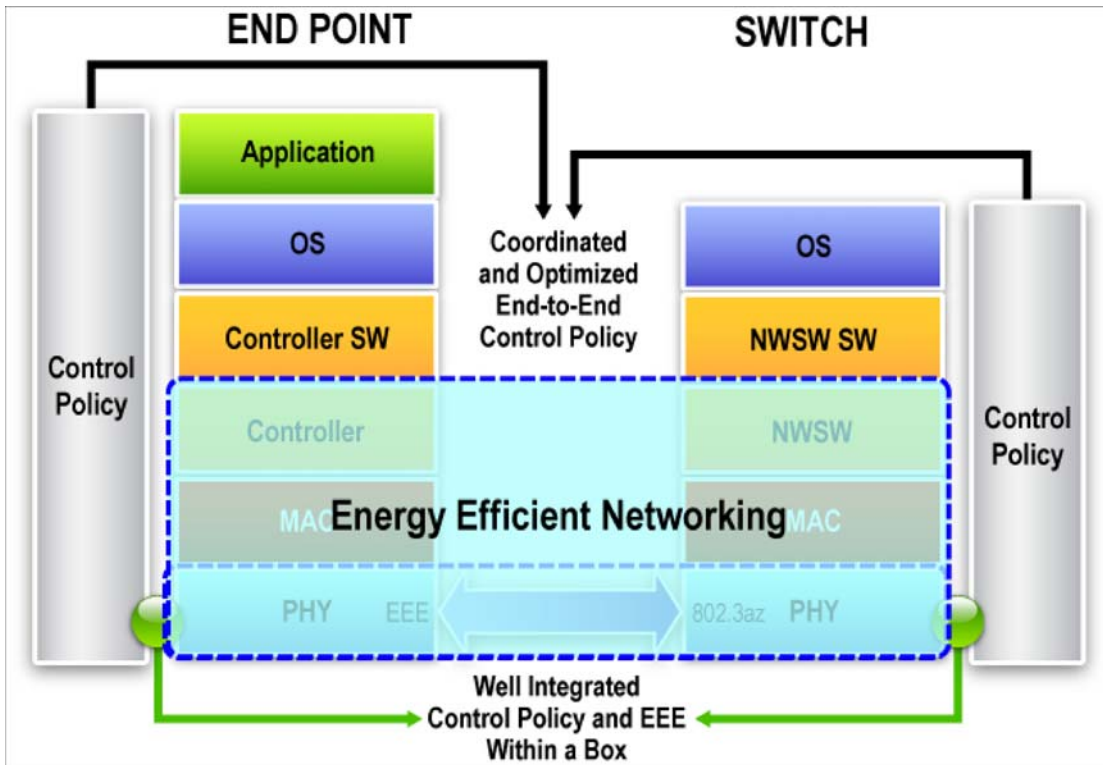

图 3: Broadcom 节能网络技术能够更有效达到节能
- 增强式节能：装置中增强的节能功用能够扩展到传输联机伙伴或接收联机伙伴的物理层之外（见图 3）。
图 3 显示网络内连接至节点 (如交换器) 的边缘装置 (如服务器或客户端)。这类装置的连接是通过 EEE 以太网连接。该图以类似 OSI 的方式将每个连接部份 (link partners) 分成重要的子系统, 也就是以底部物理层 (标示为 PHY) 作为起始, 然后往上堆栈。图 3 也说明了通过 Broadcom 易于支持各种节能网络技术增强功能可以额外省下不少电力。这些原则也适用于交换器至交换器的连接。